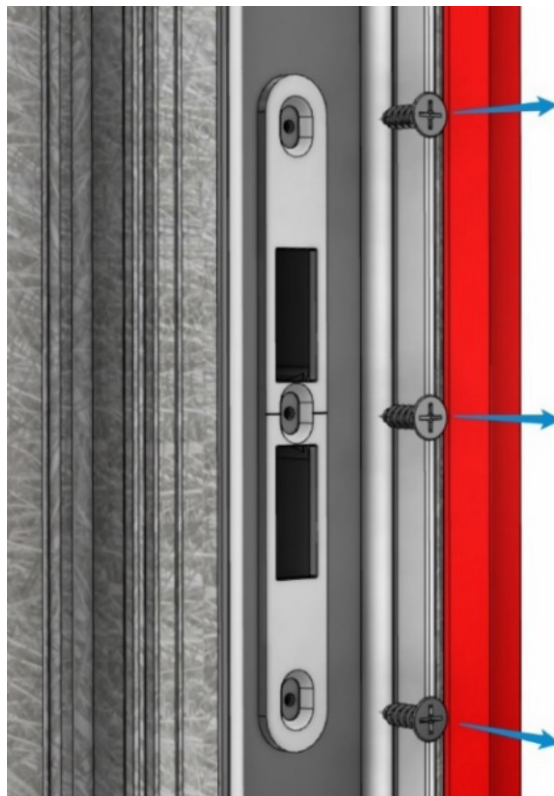

Fig 43
- Retire los tornillos instalados de fábrica de las cerradero de puerta en las jambas (Fig. 43).